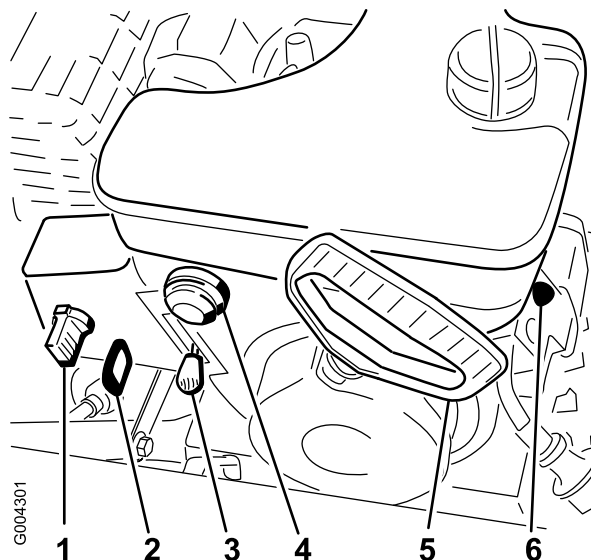

Bild 14
2. Ziehen Sie den Zündschlüssel ab (Bild 14).
3. Ziehen Sie das Choke-Handrad ab (Bild 14).
2. Stellen Sie den Gasbedienungshebel auf „Schnell“ (Bild 14).
5. Drehen Sie den Choke auf die Ein-Stellung (Bild 14).
6. Stecken Sie den Zündschlüssel ein (Bild 14).
7. Decken Sie das Loch in der Mitte der Kaltstarthilfe (Bild 14) mit dem Daumen ab und drücken Sie diese drei Mal langsam ein, wobei Sie jedes Mal einen Moment warten.
8. Ergreifen Sie den Rücklaufstartergriff (Bild 14) und ziehen Sie ihn langsam heraus, bis ein Widerstand zu
10. Sobald der Motor anspringt, drehen Sie den Choke (Bild 14) sofort in die 3/4-Position. Wenn sich der Motor erwärmt, drehen Sie den Choke in die 1/2-Stellung. Wenn der Motor warm gelaufen ist, drehen Sie den Choke in die Aus-Stellung.